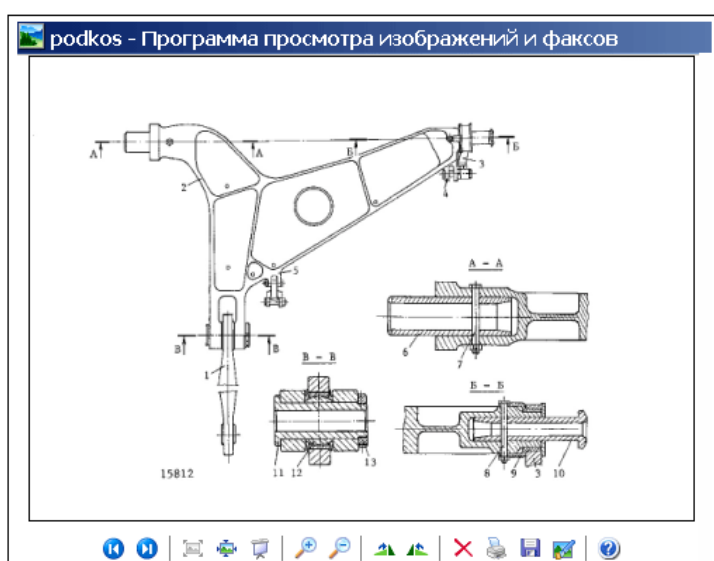

Рис. 4.10
3. Просмотрите файл, нажав на кнопку **Просмотреть**  (Рис. 4.10). При этом откроется программа просмотра изображений, установленная на Вашем компьютере как программа просмотра изображений по умолчанию.